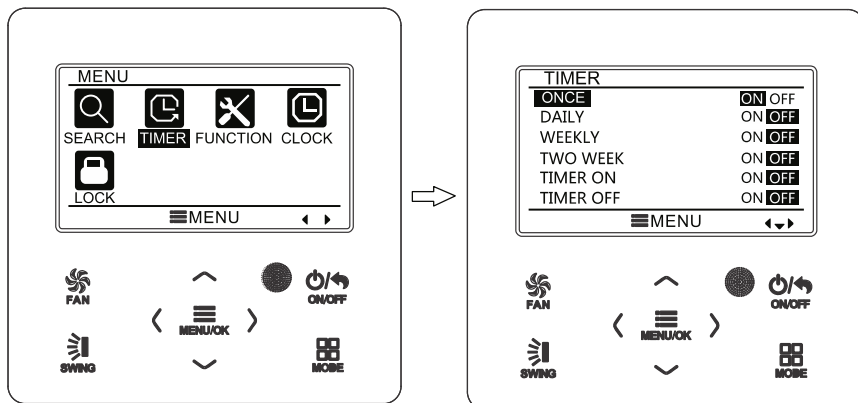

Рис. 11: Включение или выключение таймера
Кабельное управляющее устройство позволяет настроить 6 видов таймеров: одноразовый таймер (ONCE), ежедневный таймер (DAILY), недельный таймер (WEEKLY), двухнедельный таймер (TWO WEEK), таймер отсчета для включения (TIMER ON) и таймер отсчета для выключения (TIMER OFF). После входа на страницу меню выберите символ таймера (TIMER). Нажмите кнопку MENU, чтобы перейти на страницу настройки таймера. Нажатием кнопки ▲ или ▼ выберите один вид таймера. Нажатием кнопки ◀ или ▶ включите (ON) или выключите (OFF) выбранный таймер. См. Рис. 11.